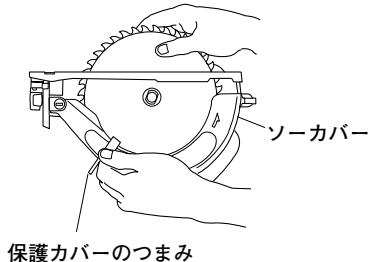

図 18
- 保護カバーのつまみをもって、保護カバーをソーカバーの中に引き込め、(図18)のこ刃を取り出します。